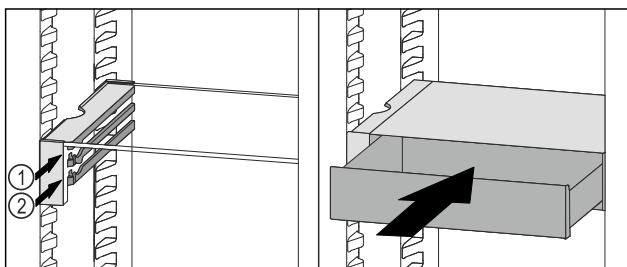

Fig. 76
- 将 VarioSafe 抽屉放置在所需肋梁 Fig. 76 (1) 或 Fig. 76 (2) 上的止动器后面。